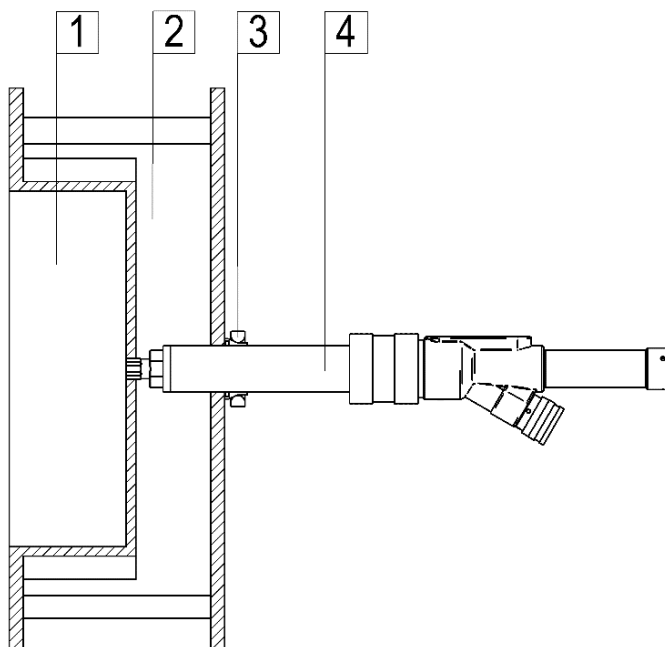

Abbildung 2
Abbildung 2 zeigt die Einbausituation des Füllinjektors in einem Formwerkzeug. Der Füllinjektor darf mit dem Mantelrohr in die Dampfkammer hineinragen und muss mit einem Haltering fixiert werden (siehe Kapitel 4.6 *Montage und Demontage*). Die maximal zulässige Temperatur darf in diesem Bereich 150°C nicht überschreiten. Es ist darauf zu achten, dass der (Luft-) Druck im inneren des Füllinjektors durch den Temperaturanstieg den maximal zulässigen Betriebsdruck nicht überschreitet.
1. Hülse in das Formwerkzeug einstecken. Anschließend diese mit Haltering fixieren. Auf sicheren und festen Sitz der Hülse achten! (vgl. Abbildung 2)